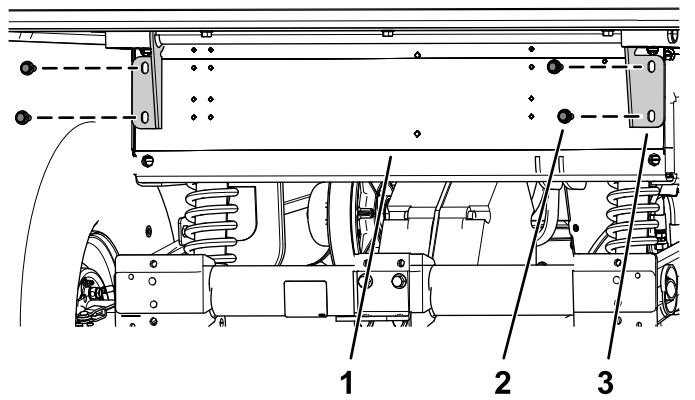

Figure 5
7. Retirez les 4 boulons à embase (3/8" x 1") qui fixent les ferrures d'articulation du plateau au profilé de cadre arrière de la machine (Figure 5).
3. Retirez les 4 boulons à embase (3/8" x 1") qui fixent les ferrures d'articulation du plateau au profilé de cadre arrière de la machine (Figure 5).